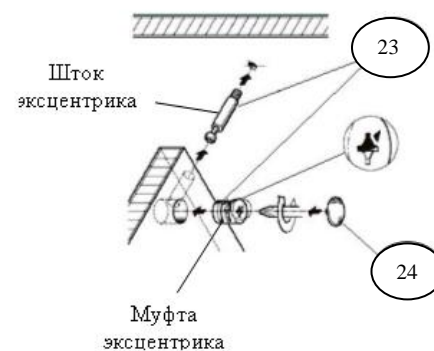

Рис.3 Установка эксцентриковой стяжки
Установить муфты эксцентриков (23) в подходящие отверстия на боковинах ящиков (15). Вкрутить шток эксцентрика в фасады ящиков (2) (рисунок 3). Собрать ящики по рисунку 4 при помощи винтов-конфирматов (21) и эксцентриковых стяжек (23).